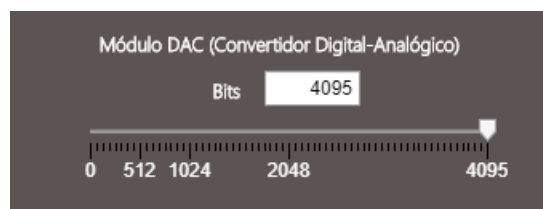

Figura 5.22: Selección de valor DAC.
3. Ubicar el bloque de *Módulo DAC*; en la caja de texto o en la barra deslizador, colocar el valor de 4095 equivalente a una fuente de alimentación de 5 Volts(figura 5.22).